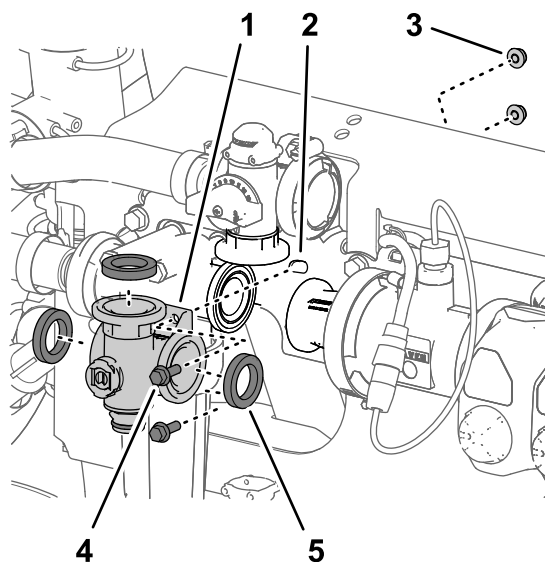

Figura 119
3. Retire los 2 pernos con arandela prensada ($\frac{1}{4}$ " x $\frac{3}{4}$ ") y las 2 contratuercas prensadas ($\frac{1}{4}$ ") que sujetan el distribuidor de la válvula de agitación al soporte de la válvula (Figura 119).
4. Retire el distribuidor de la válvula de agitación y las juntas de la máquina (Figura 119).